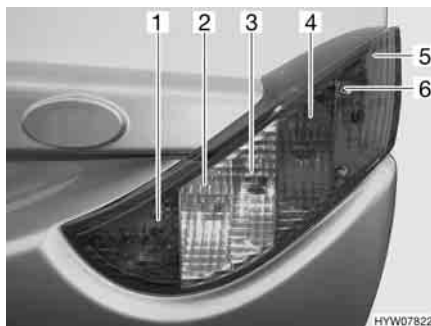

Fig. 116 Luci posteriori (lato anteriore)
- Svitare le tre viti ad esagono cavo (Fig. 116,6).